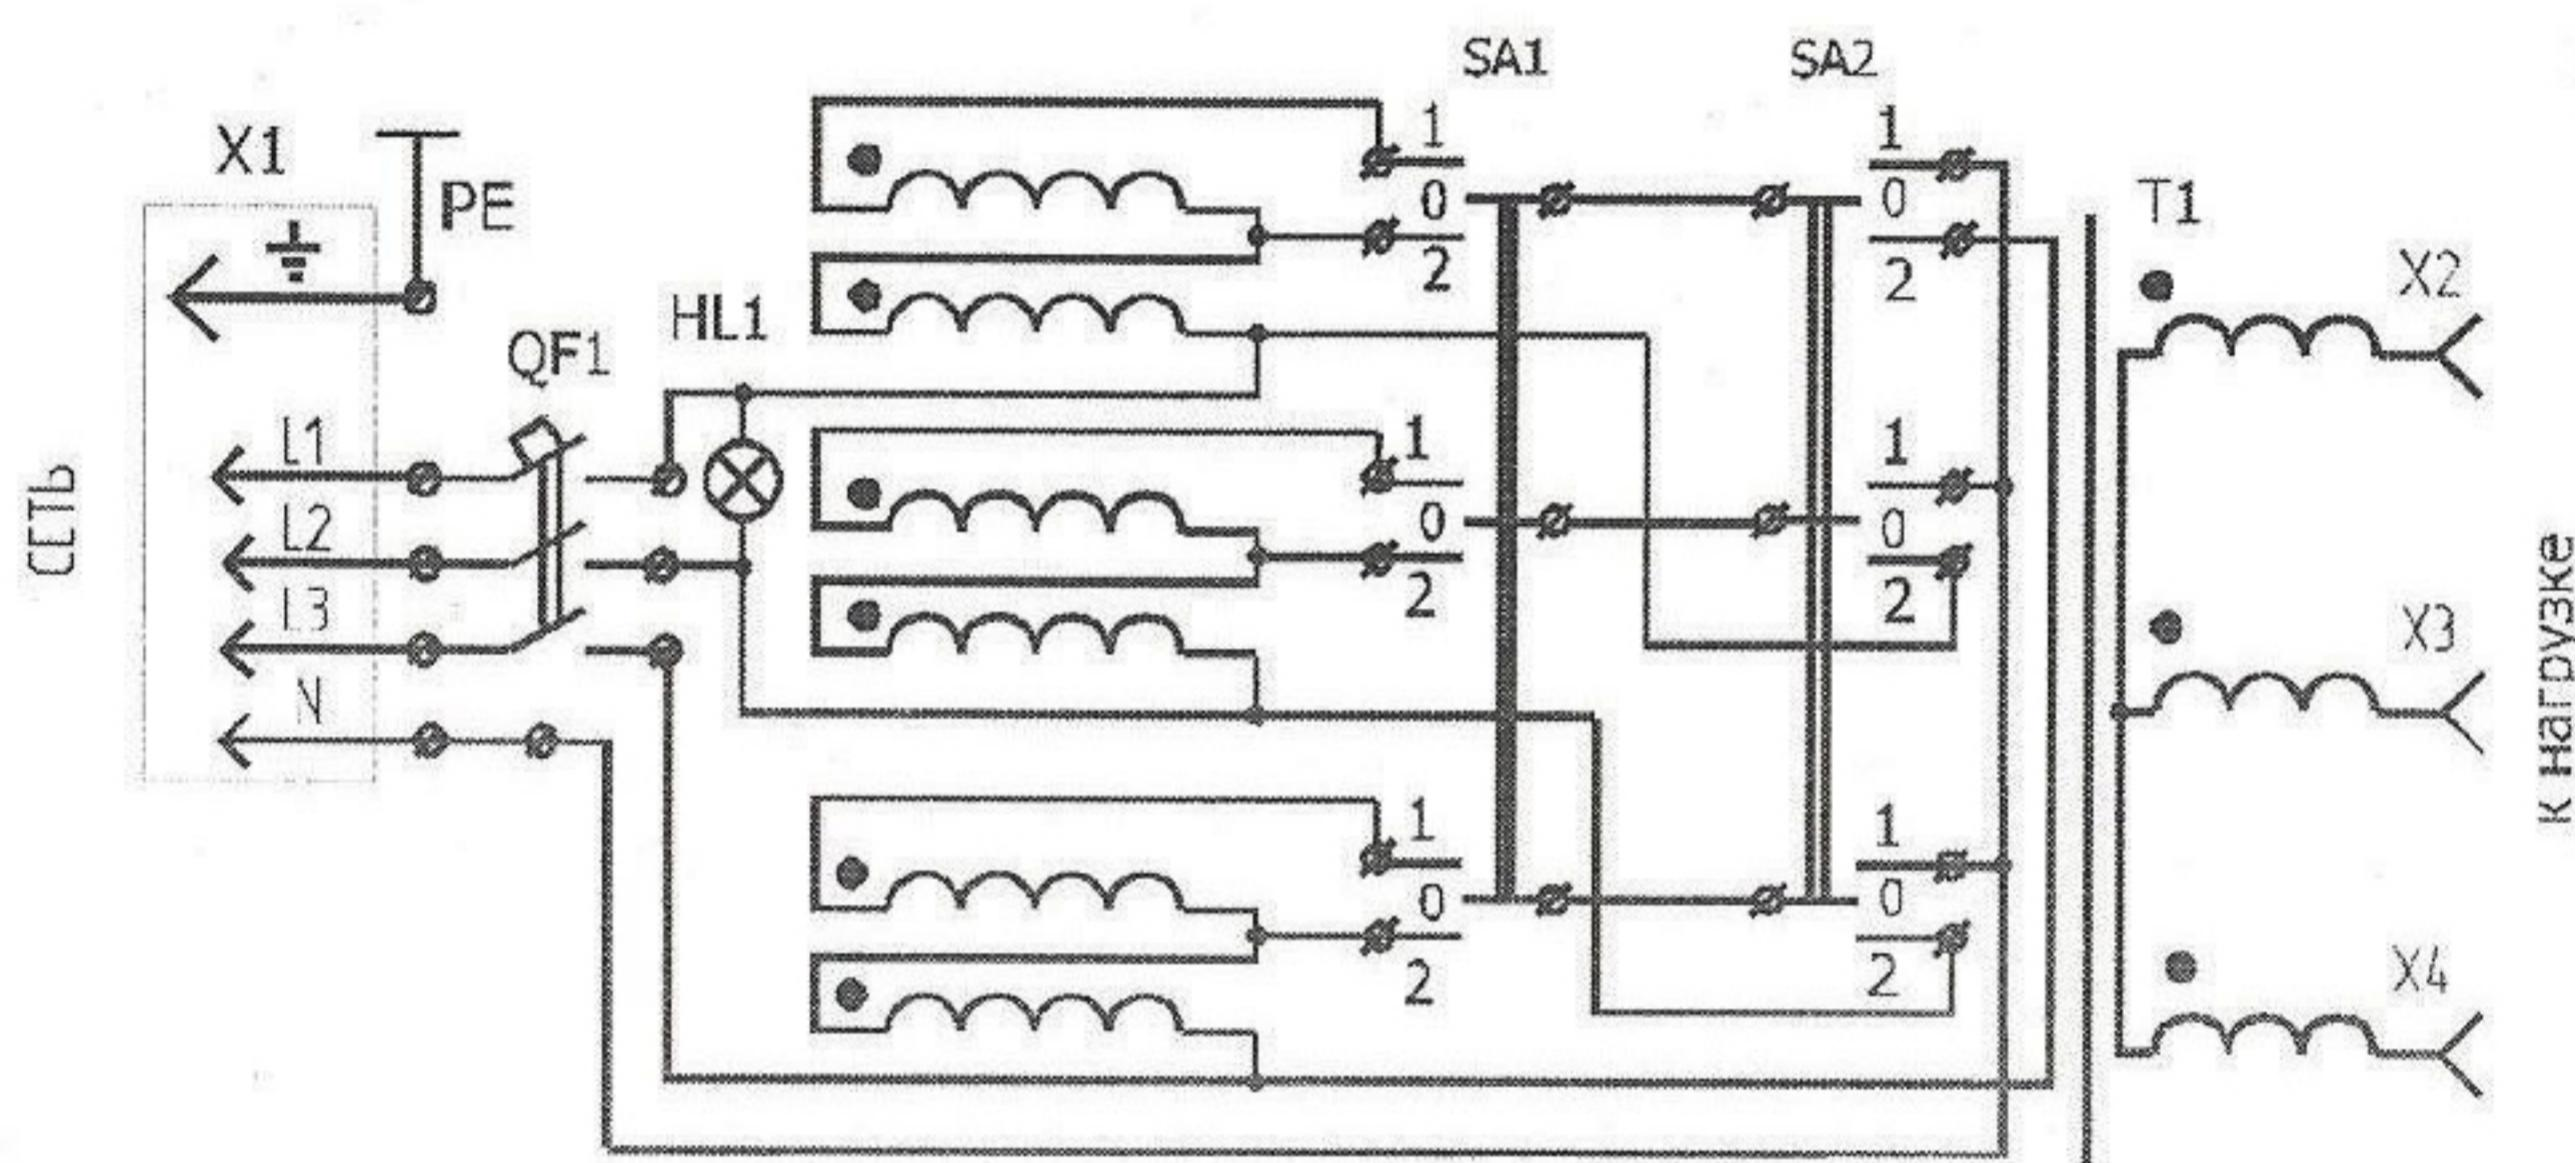

Рис.2
4.2 Схема электрическая принципиальная приведена на рис. 2. Первичные обмотки понижающего трансформатора T1 коммутируются переключателями SA1 и SA2. В зависимости от положения переключателей на вторичных обмотках получаются рабочие напряжения в соответствии с табл.2.